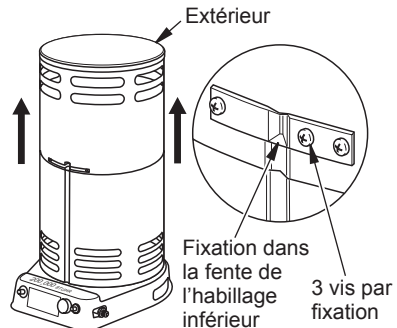

Figure 2 - Soulèvement de l'habillage extérieur
1. Prenez soin de protéger vos mains pendant cette étape. Soulevez l'habillage extérieur verticalement, comme le montre la figure 2, jusqu'à ce que les 3 fixations s'emboîtent dans les fentes de l'habillage inférieur. Les trous de vis seront alors alignés.
2. Fixez les fixations en place avec les 3 vis comme l'illustre la figure 2. L'appareil de chauffage ne doit pas être utilisé si l'habillage extérieur n'est pas correctement déployé et vissé en place.